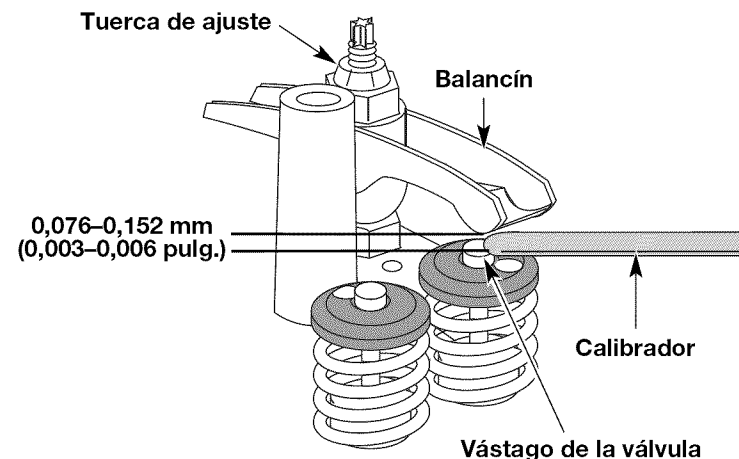

Fig. 31
- a. Gire la tuerca de ajuste con una llave de 8 mm (5/16 pulgadas) o una guía de tuercas (Fig. 31).